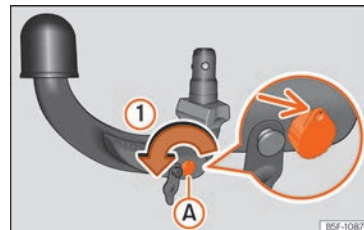

Abb. 264 Schritt 1
- Drehen Sie den Schlüssel in Pfeilrichtung ①, bis sich der gelochte Teil des Schlüssels oben befindet »» **Abb. 264** (Pfeil).